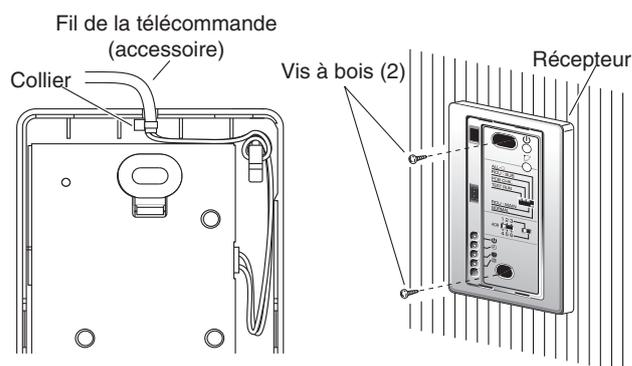

Fig. 11-25
4. Fixez le fil de la télécommande (en option) à l'aide de l'attache fournie et à l'endroit illustré à la figure 11-25. Ensuite, raccordez le cordon au connecteur du récepteur.
5. Positionnez le fil de la télécommande de façon à ce qu'il prenne la forme illustrée à la figure 11-25 et qu'il s'adapte dans la partie supérieure, à l'intérieur du récepteur, au-dessus de la carte. Ensuite, fixez le boîtier inférieur. A ce stade, pliez la tête du collier pour l'orienter latéralement.